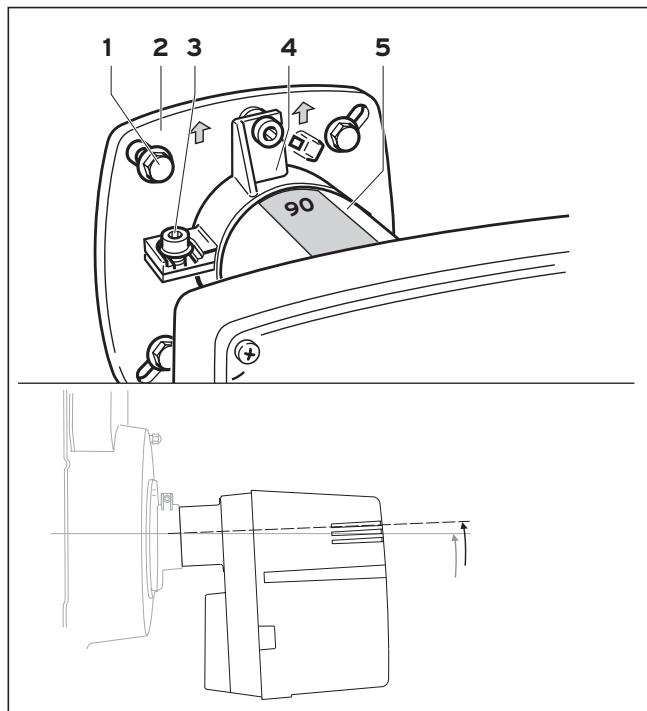

Abb. 2.1 Brennermontage
**Montieren Sie den Brennerflansch so, dass die Pfeile nach oben zeigen und kontrollieren Sie das korrekte Abstandsmaß von 90 mm wie in Abb. 2.1 dargestellt!**
- Setzen Sie zwischen Brennerflansch (2) und Kesseltür die beiliegende Dichtung ein.
- Montieren Sie den Brennerflansch (2) mit den vier Schrauben (1) an der Brennraumtür.
- Schieben Sie das Brennerrohr (5) durch den Brennerflansch bis zur roten Markierung in den Brennraum (Abstandsmaß Brennergehäuse bis Flansch 90 mm).
- Richten Sie den Brenner aus und befestigen Sie ihn mit der Klemmschraube (3). Prüfen Sie alle Schrauben auf festen Sitz.